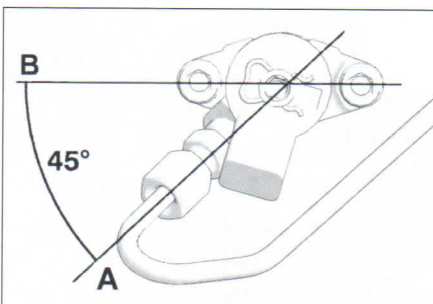

FIG.29
- respetar la inclinación de 45° entre (A) y (B) (fig. 29).